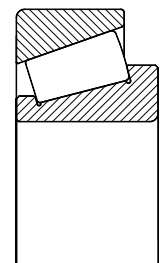

Abb. 2.12
**Kegelrollenlager** (Abb. 2.12) sind zerlegbare Radiallager. Sie bestehen aus einem Innenteil (Innenring mit Rollensatz und Käfig) und einem losen Außenring. Durch den Berührwinkel bewirkt jede radiale Belastung eine axiale Kraftkomponente. Da Kegelrollenlager Axialkräfte nur in einer Richtung aufnehmen können, müssen sie zur Gegenführung gegen ein zweites, spiegelbildlich angeordnetes Kegelrollenlager angestellt werden. Kegelrollenlager können sehr hohe radiale und axiale Kräfte übertragen, erfordern aber gut fluchtende Lagerstellen, sowie eine sorgfältige Einstellung.